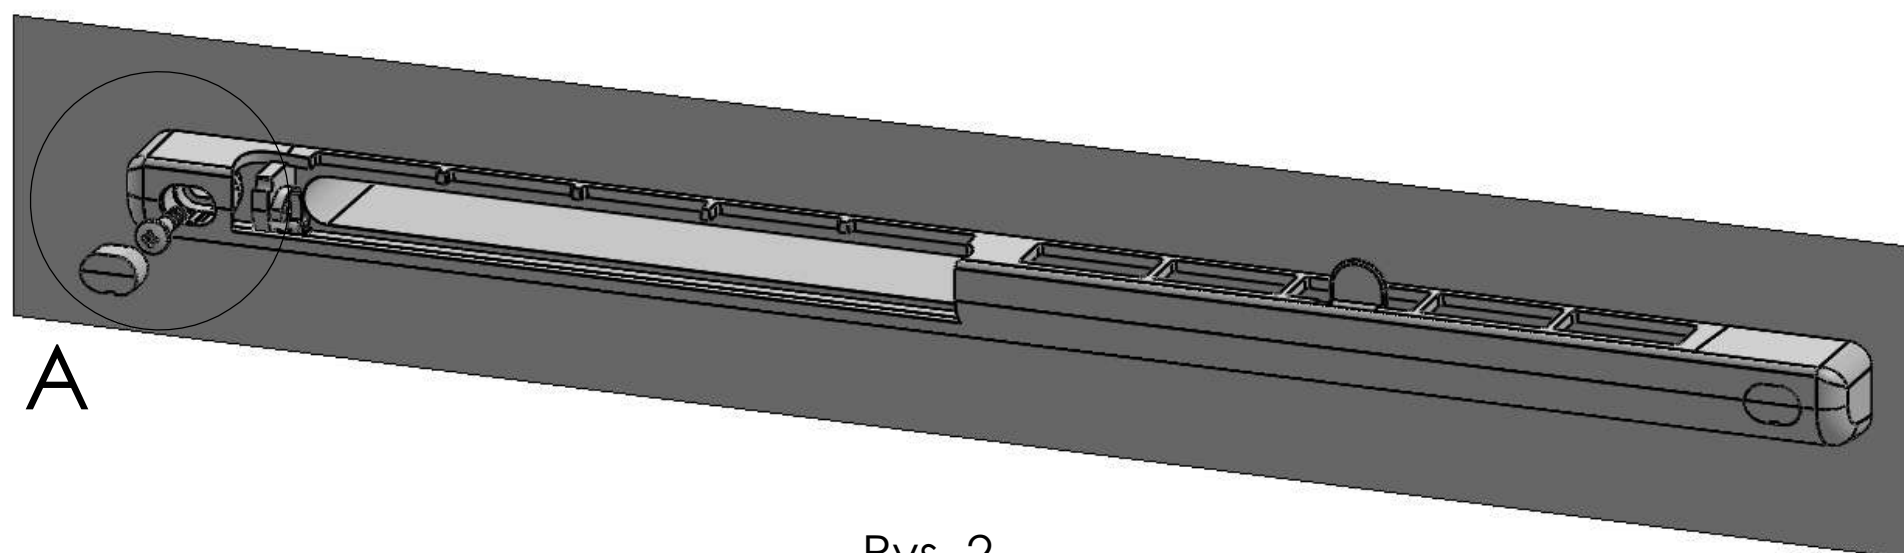

Rys. 1. Rozstaw i wymiary frezów dla okien PVC i drewnianych.
1. Wytnij otwory w ramie okiennej (rys. 1);